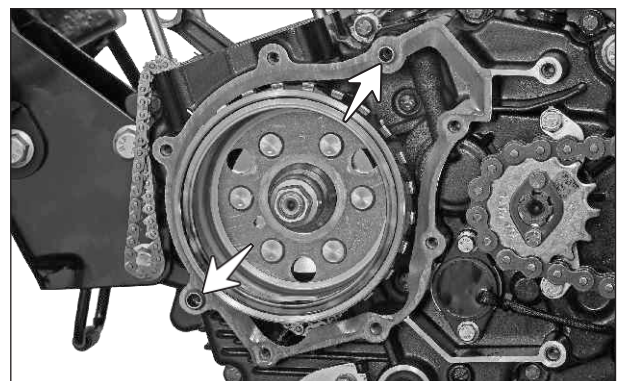

Fig. 3.111
- Retire las 2 guías de la tapa volante (A) y el empaque de la tapa (B). (Fig. 3.111)